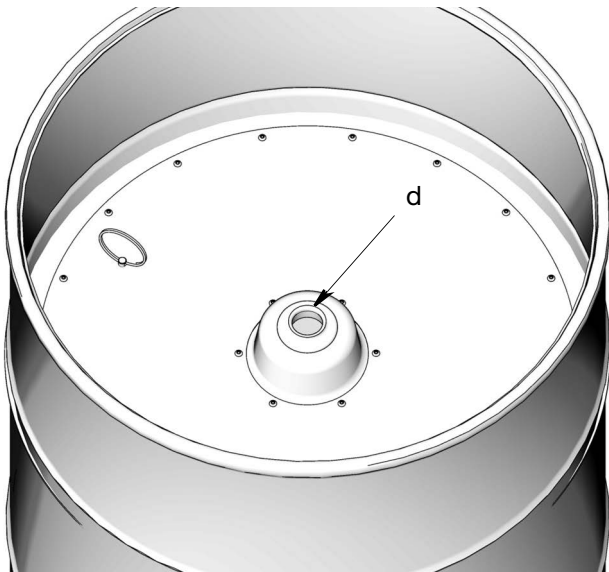

ABB. 8
- Die Nachläuferplatte oben auf das frische Fett setzen (ABB. 8). Die Luft durch Drücken auf die Nachläuferplatte herausstreichen bis der Fettstand bündig mit der Öffnung in der Mitte der Nachläuferplatte (d) ist.